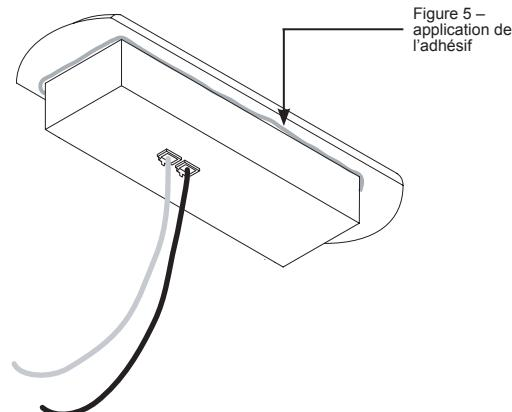

Figure 5 – application de l'adhésif
**2** Appliquez une petite quantité d'adhésif autour de la base du panneau de commande (figure 5).